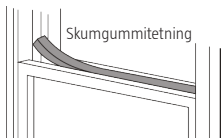

Fig. 11
5. Kapp skumgummitetningen til passende lengde og tett spalten mellom vindushalvdelene (fig. 11).